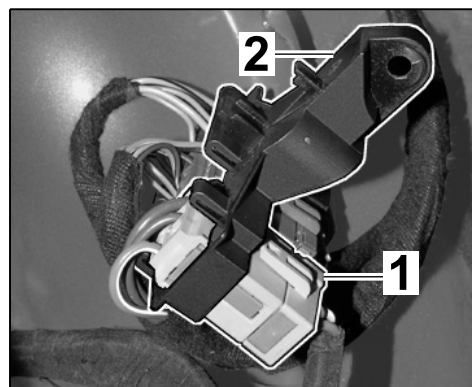

Рис. 18
- 3.5.1 Разблокировать и отсоединить “синий” разъем от блока управления электроники задней части кузова (⇒ Рис. 18 -A & B-).